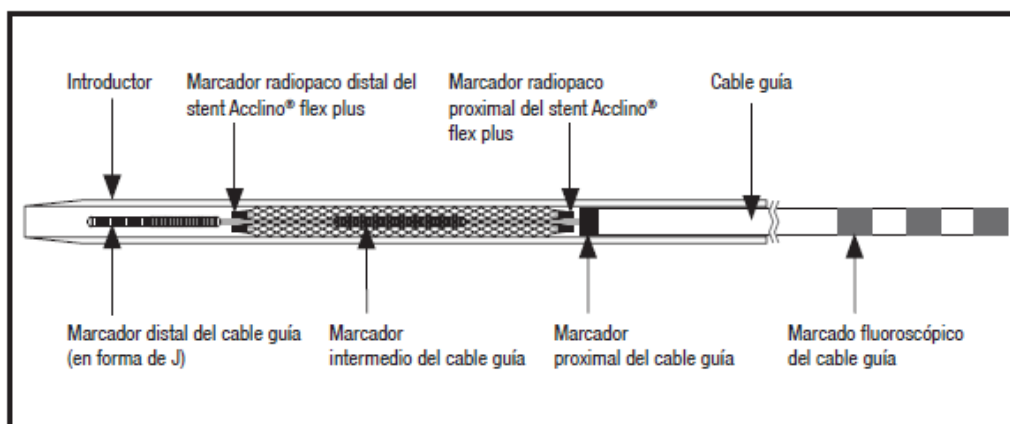

Figura 1: Stent Acclino® flex plus
El stent ACCLINO® flex plus es un stent de nitinol autoexpandible cortado por láser previamente cargado en un cable guía que hay en un introductor. La punta del cable guía tiene forma de J. Las dimensiones recomendadas del catéter están indicadas en la etiqueta del envase. El stent presenta un diseño de celda cerrada y tres marcadores radiopacos en los extremos proximal y distal. Con el objeto de facilitar la colocación del stent bajo fluoroscopia, el cable guía cuenta igualmente con tres marcadores radiopacos. El marcador distal indica la punta del cable guía, el marcador intermedio la mitad del stent y el marcador proximal indica el punto hasta el que se puede recolocar el stent (véase figura 1).
- Inicie la fluoroscopia como muy tarde cuando el marcado fluoroscópico proximal del cable alcance la VHR (véase la figura 1).